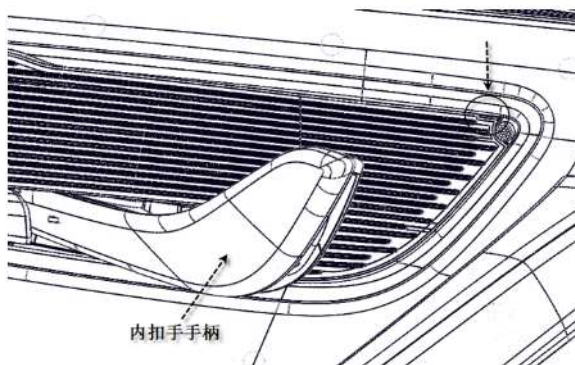

图 8-1-1 内扣手柄盖板拆卸示意图
(1) 如图 8-1-1，将内扣手柄打开到最大角度（44 度），用缠有保护胶带的小号一字螺丝刀从箭头所指凹槽处将车门内扣手柄盖板撬出；